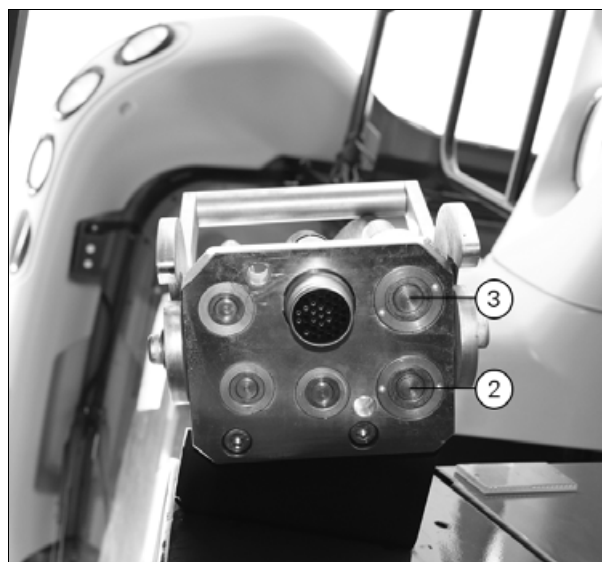

Рис. 1.
(рис. 1)
**ВАЖНО:** Если присоединена жатка для кукурузы, на экране Система DATAVISION появляется информация о том, что к машине присоединена жатка без мотовила. Машина должна быть оснащена многофункциональной муфтой с перепускным соединением между (2) и (3) (мотовило), как показано на рис. 1. Отсутствие перепускного соединения приведет к повреждению гидравлической системы.